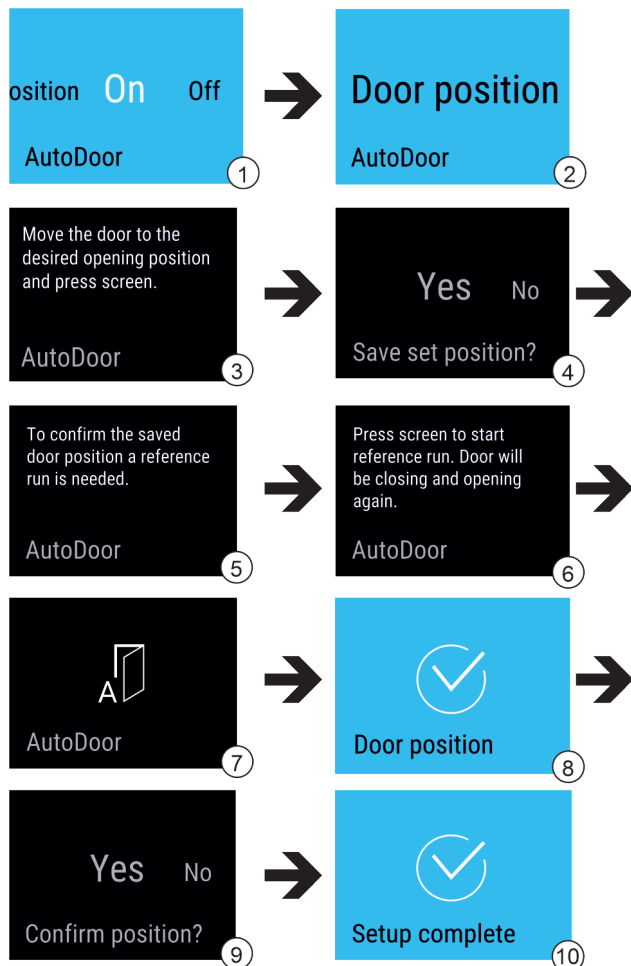

Fig. 17
- ▶ Vælg funktionen AutoDoor. Fig. 17 (1)
- ▶ Stryg henover displayet, indtil Door position vises. Fig. 17 (2)
- ▶ Konfigurering af døråbningsvinklen: Åbn døren mindst 70°. Fig. 17 (3)
- ▶ Bekræftelse af døråbningsvinklen: Tryk på meldingen på displayet. Fig. 17 (4)
- ▶ Start af referencekørsel: Tryk på displayet. Fig. 17 (6)
- ▷ Displayet blinker. Fig. 17 (7)
- ▷ Referencekørslen blev udført korrekt: Displayet er blåt i 2 sekunder. Fig. 17 (8)
- ▶ Bekræft døråbningsvinklen. Fig. 17 (9)
- ▷ Displayet bliver blåt. Fig. 17 (10)